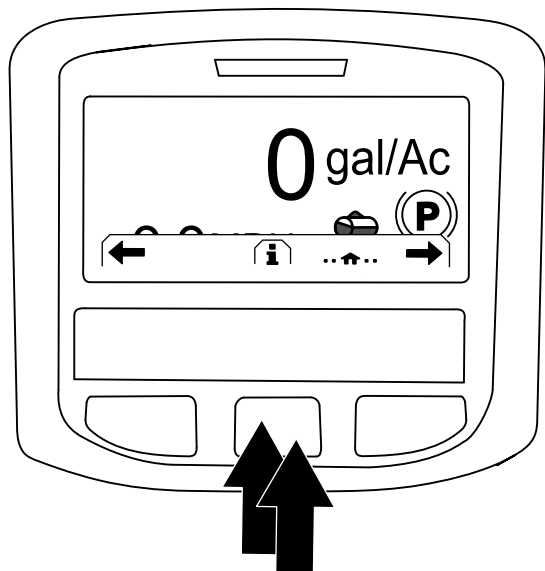

Figura 224
2. En la pantalla de Inicio, pulse el botón central del InfoCenter para acceder a la pantalla de navegación (Figura 224).
3. Pulse el botón central del InfoCenter para acceder al menú principal (Figura 224).